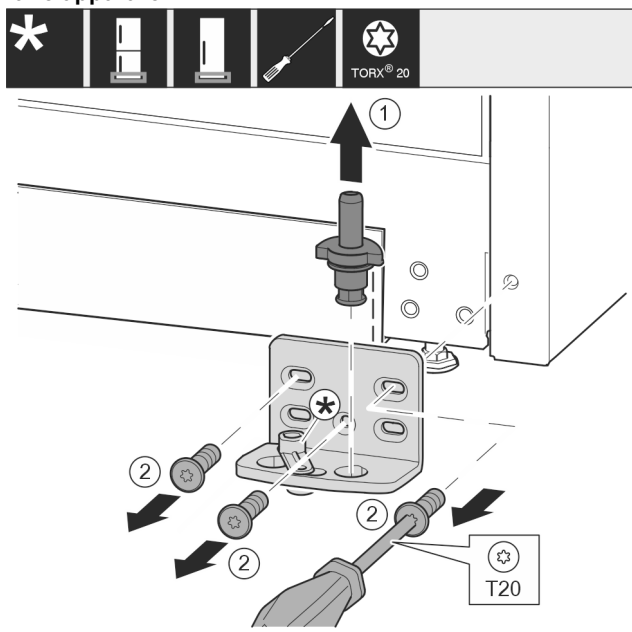

Fig. 10
- ▶ Træk hængselboltens helt opad og ud. Fig. 10 (1)
- ▶ Skru skrueene ud med skruetrækkeren T20, og tag hængselkonsollen af. Fig. 10 (2)